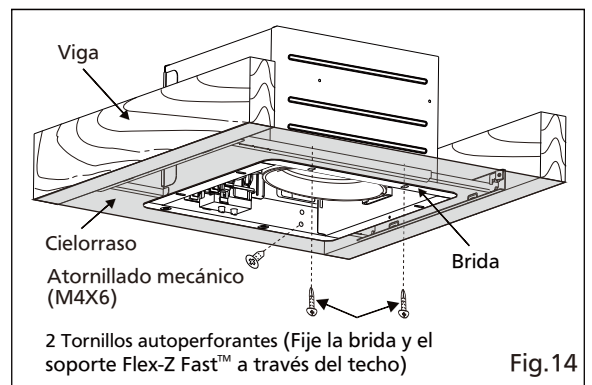

Fig.14
4. Fije el cuerpo del ventilador al soporte Flex-Z Fast™ usando 2 tornillos autopercantes, conecte el conector alreceptáculo y fije el cuerpo del ventilador al adaptador usando el atornillado mecánico. (Fig.14)